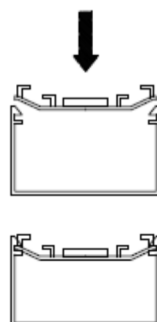

FIGURA 4
- El bastidor que alberga los ventiladores posee unas ranuras que permiten acoplar los soportes del imán en ellos. Posicionar los soportes encima y presionar hasta que queden encajados como se muestra en la figura 4. Una vez acoplados pueden deslizarse horizontalmente hasta que coincidan con los abrazaders insertadas en el radiador.